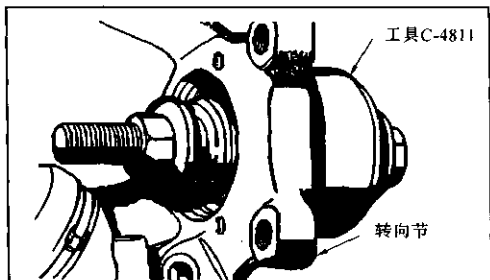

图 7-3-19 从转向节上拆下轴承
5) 用工具 C-4811-2(或类似工具)从转向节上拆下轴承,见图 7-3-19。